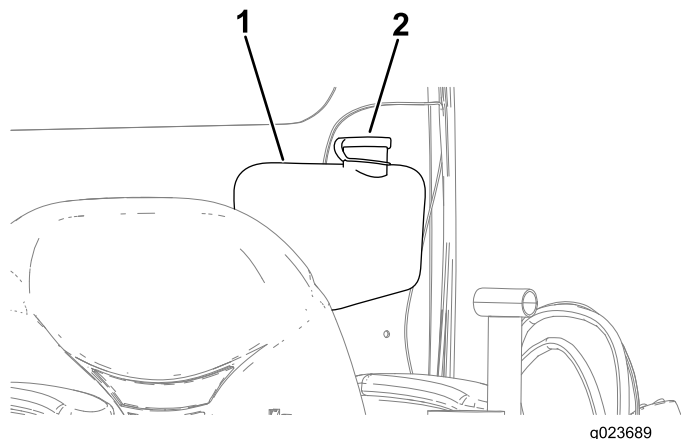

Рисунок 131
2. Откройте крышку бачка омывателя ветрового стекла (Рисунок 131).
3. Полностью заполните бачок жидкостью для омывателя ветрового стекла (Рисунок 131).
4. Закройте крышку бачка омывателя ветрового стекла (Рисунок 131).